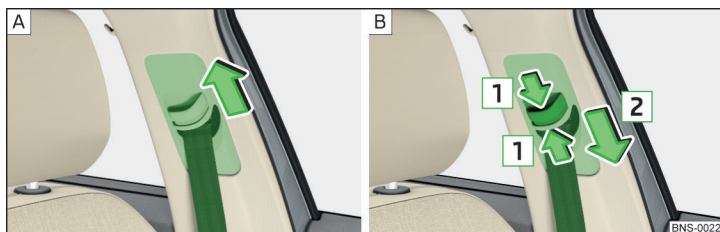

Fig. 17 Réglage de la hauteur de la ceinture sur les sièges avant
- ▶ Tirer la tige **vers le haut** dans le sens de la flèche » fig. 17 - [A].
- ▶ **ou** : Enfoncer la protection dans le sens de la flèche **1** et déplacer la tige **vers le bas** dans le sens de la flèche **2** » fig. 17 - [B].